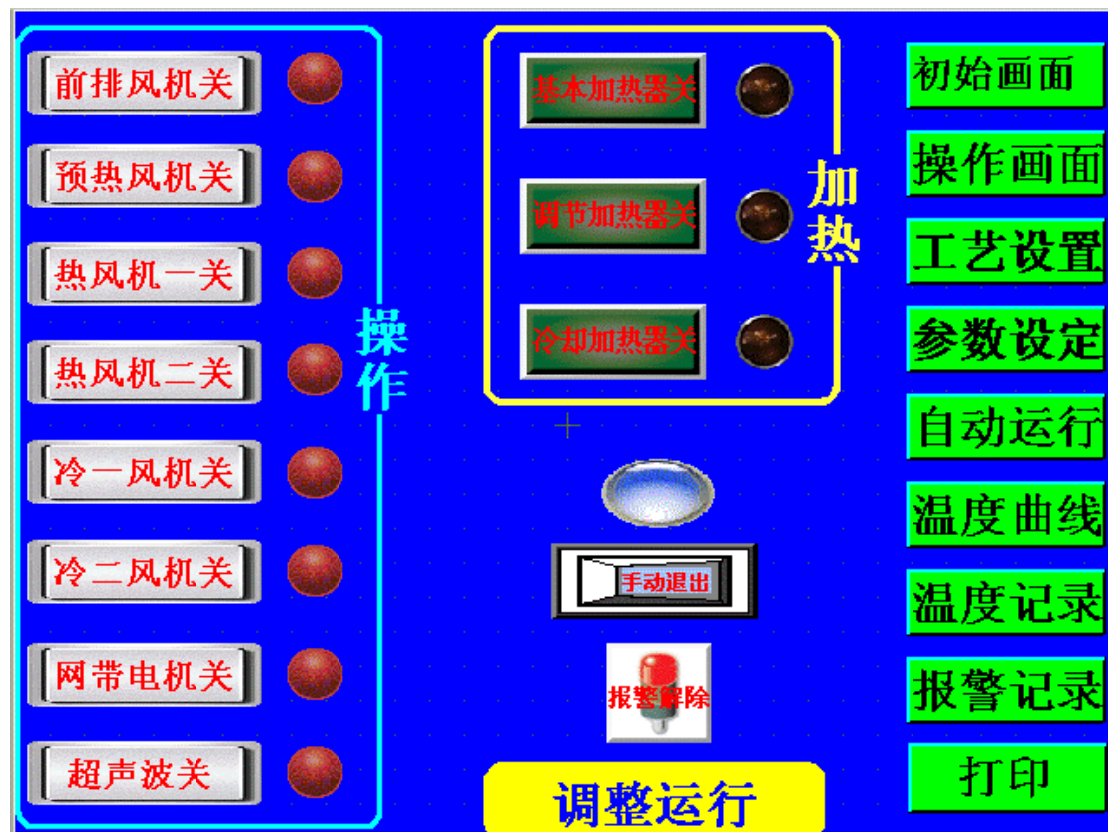

图 4-11 调整运行画面
* 分别触摸画面右侧的“初始画面”键、“操作画面”键、“参数设置”键、“调整运行”键、“自动运行”键、“温度曲线”键、“温度记录”键和“报警记录”键，画面则切换到各相应的画面。如触摸“调整运行”键，画面则切换到“调整运行”画面（见图 4-11）。
(见图 4-11)